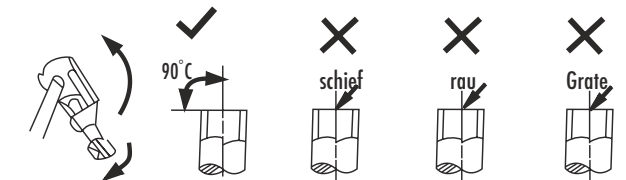

Abbildung 17
1. Den Grat vollständig vom Querschnitt der Kältemittleitungen entfernen. (Abb. 17)